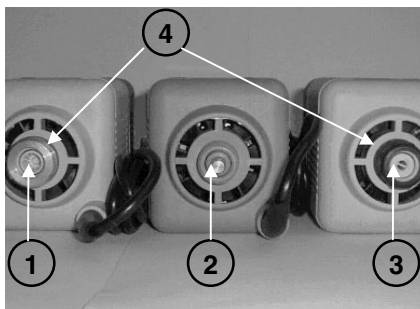

Fig. 3
A questo punto l'apparecchiatura è in grado di funzionare; si ricorda che a seconda del tipo di motore sono disponibili diversi attacchi per alberi flessibili; questi possono essere (vedi Fig. 3):
- 1) svitare la ghiera presente sul fondo del corpo motore (4 di Fig. 3), e infilarla sul flessibile;